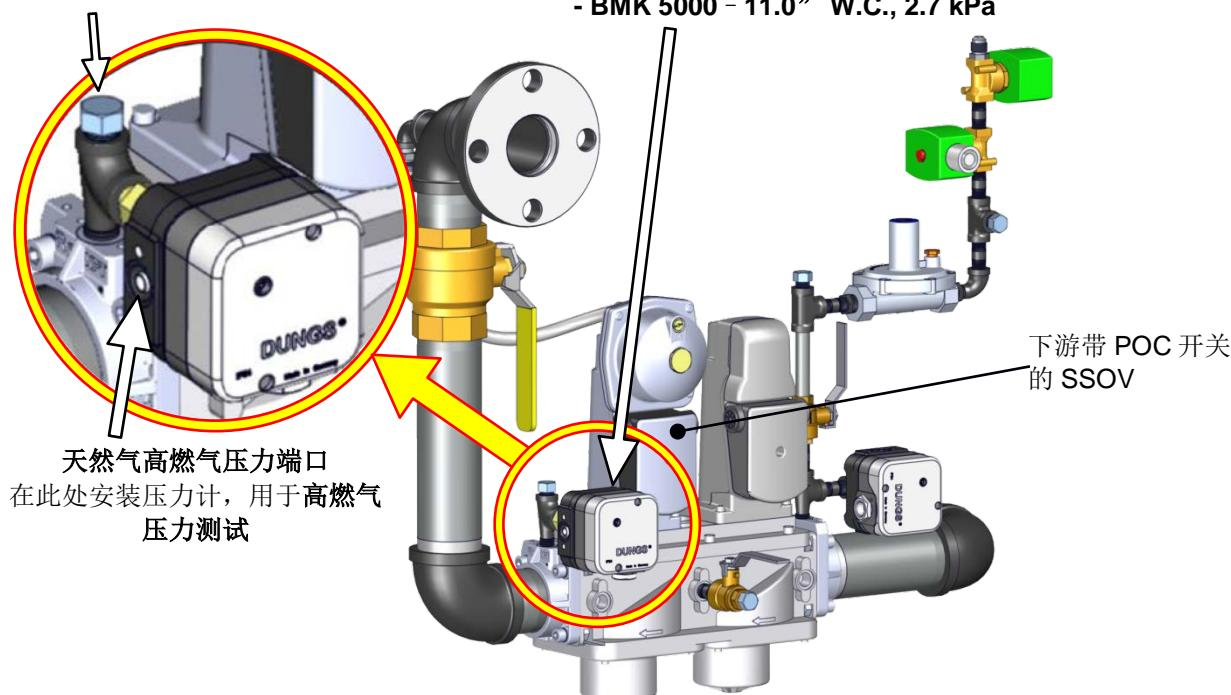

图 5-3: 高燃气压力开关位置和测试端口
2. 定位天然气高燃气压力开关顶部的端口（见图 5-3），然后旋松内部螺丝（旋转几圈）将其打开。不要完全拆下这颗螺丝。或者，您也可以拆除图 5-3 上半部所示的 1/4 英寸管塞，并在该位置安装软管倒钩接头。